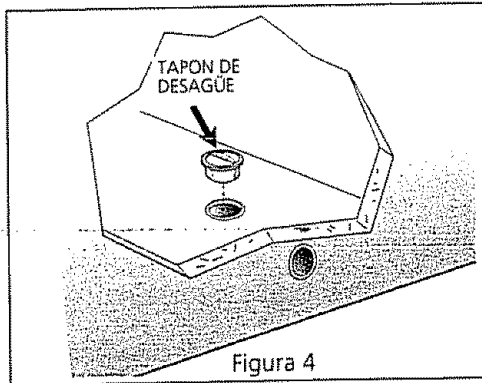

Figura 4
- **En los modelos horizontales** equipados con desagüe de descongelación coloque una bandeja o la bandeja divisora/de desagüe (suministrada con algunos modelos) debajo de la salida del desagüe (Figura 2). Un adaptador de manguera de jardín de media pulgada puede ser usado para desaguar el congelador directamente al desagüe del piso (Figura 3). Saque la tapa que se encuentra dentro del congelador y saque el tapón exterior de desagüe de congelación (Figura 4).